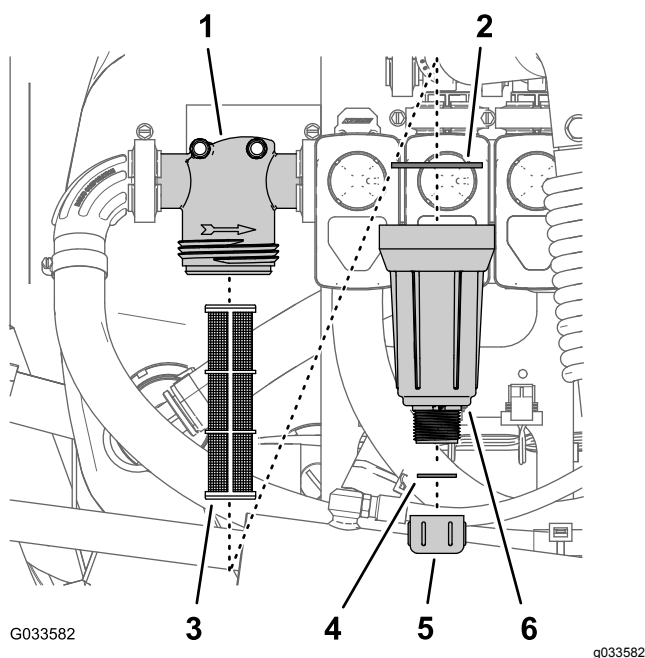

Рисунок 106
2. Поместите сливной поддон под фильтр линии нагнетания (Рисунок 106).
3. Поверните крышку сливного отверстия против часовой стрелки и снимите ее со стакана фильтра линии нагнетания (Рисунок 106).
4. Поверните стакан против часовой стрелки и отделите его от головки фильтра (Рисунок 106).
5. Извлеките старый элемент фильтра линии нагнетания (Рисунок 106).
6. Проверьте прокладку пробки сливного отверстия (расположенную внутри стакана) и прокладку стакана (расположенную внутри головки фильтра) на наличие повреждений и износа (Рисунок 106).
7. Вставьте новый элемент фильтра линии нагнетания в головку фильтра (Рисунок 106).
8. Установите стакан на головку фильтра, затянув от руки (Рисунок 106).
9. Установите крышку сливного отверстия на штуцер в нижней части стакана и затяните крышку от руки (Рисунок 106).